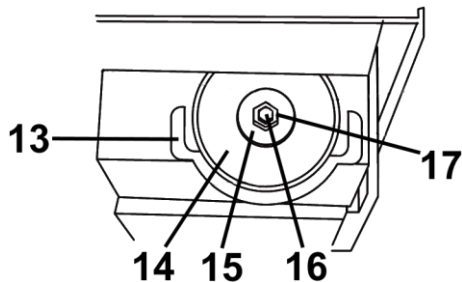

Рисунок 3-2
Утримуючи гайковим ключем (може бути в комплекті) шпindel (16, рисунок 3-2), іншим гайковим ключем (може бути в комплекті) відкрутіть гайку (17), зніміть фланець (15), зніміть відрізний диск (14). Враховуючи напрямок обертання, встановіть відрізний диск, фланець (15) і утримуючи шпindel (16) ключем, закріпіть диск гайкою (17).